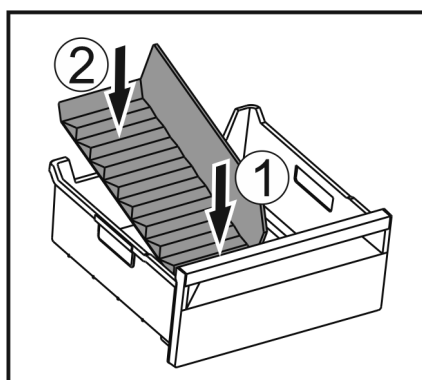

Fig. 193
- ▶ Helyezze be a jégrekesz-elválasztó elülső részét. Fig. 193 (1)
- ▶ Süllyessze le a jégrekesz-elválasztó hátsó részét a fiók aljáig. Fig. 193 (2)